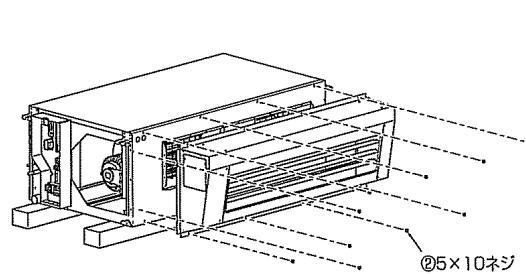

図2
1.本体もしくは蒸気ヒーターの吹出部にプレナムチャンバーをセットし、付属の②5×10ネジにて固定してください。(図2)(CE81PLの場合:10本、CE82PLの場合:12本)